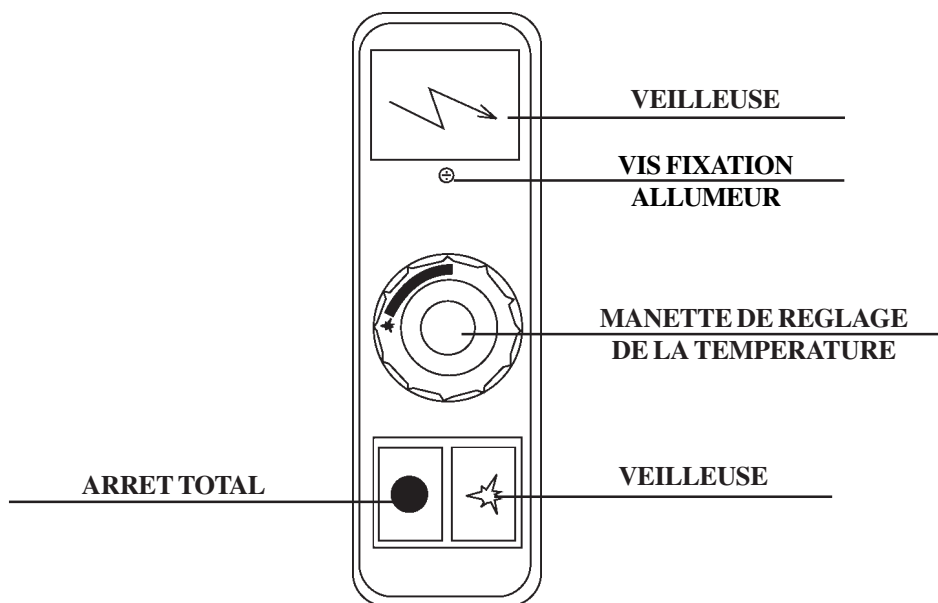

Fig. 9
#### **E) Soupape thermostatique (Fig. 9)**
ATTENTION ! Les boutons doivent être comme illustré sur la Fig. 9, n'oubliez pas l'interruption du thermocouple !
**5.1 ALLUMAGE DU BRULEUR PILOTE (FIG. 9)**